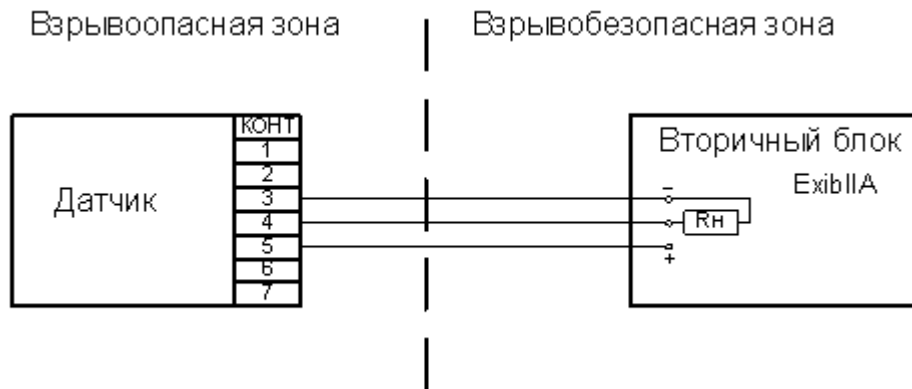

Рис. 4. Схема подключения датчика.
10.3. Схема подключения датчика к внешним цепям показана на рис. 4